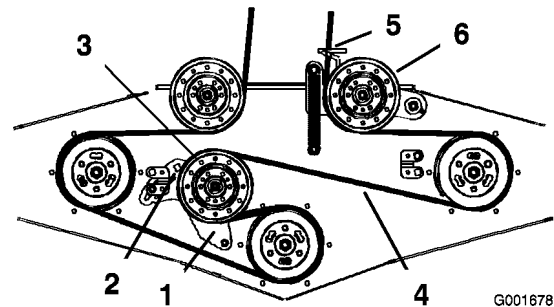

Figure 48
4. Desserrez le bras de la poulie de renvoi fixe pour détendre la courroie sur la poulie (Figure 48).
6. Passez la courroie neuve dans le guide-courroie et sur les poulies (Figure 48).